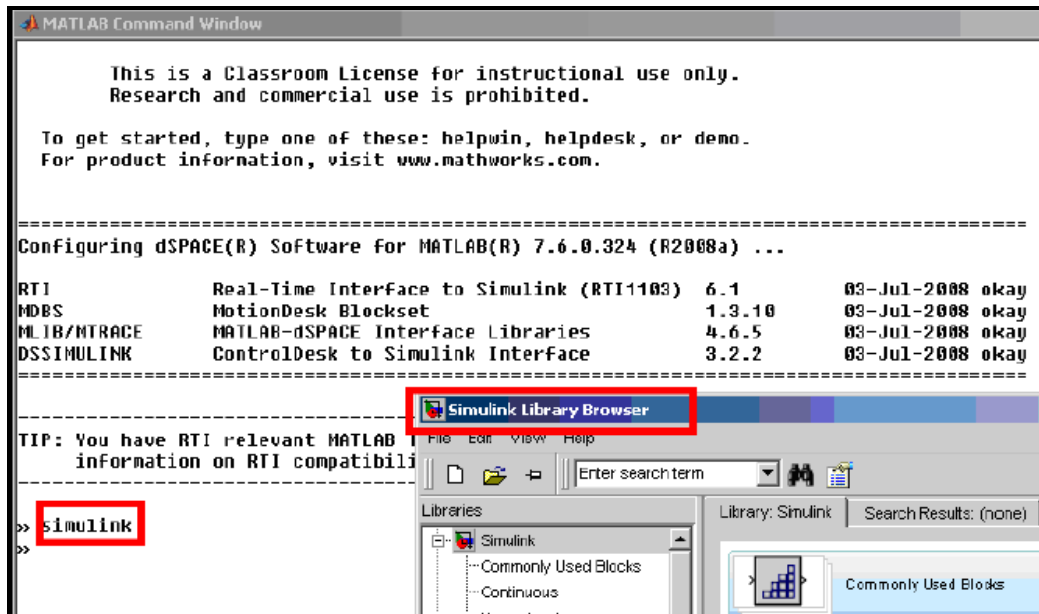

Fig. 2.4: Ingreso a simulink desde la ventana de comando de MATLAB.
- Abrir SIMULINK, escribiendo "simulink" en la ventana de comandos de MATLAB, como lo muestra la Fig. 2.4: